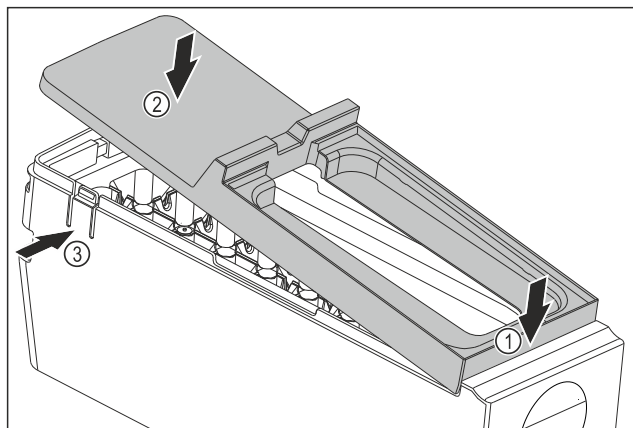

Fig. 124
- ▶ Montirajte pokrov glavnega dela EasyTwist-Ice: Pokrov spredaj namestite. Fig. 124 (1)
- ▶ Pokrov zadaj spustite. Fig. 124 (2)
- ▶ Pokrov se slišno zaskoči v obe sponi Fig. 124 (3).